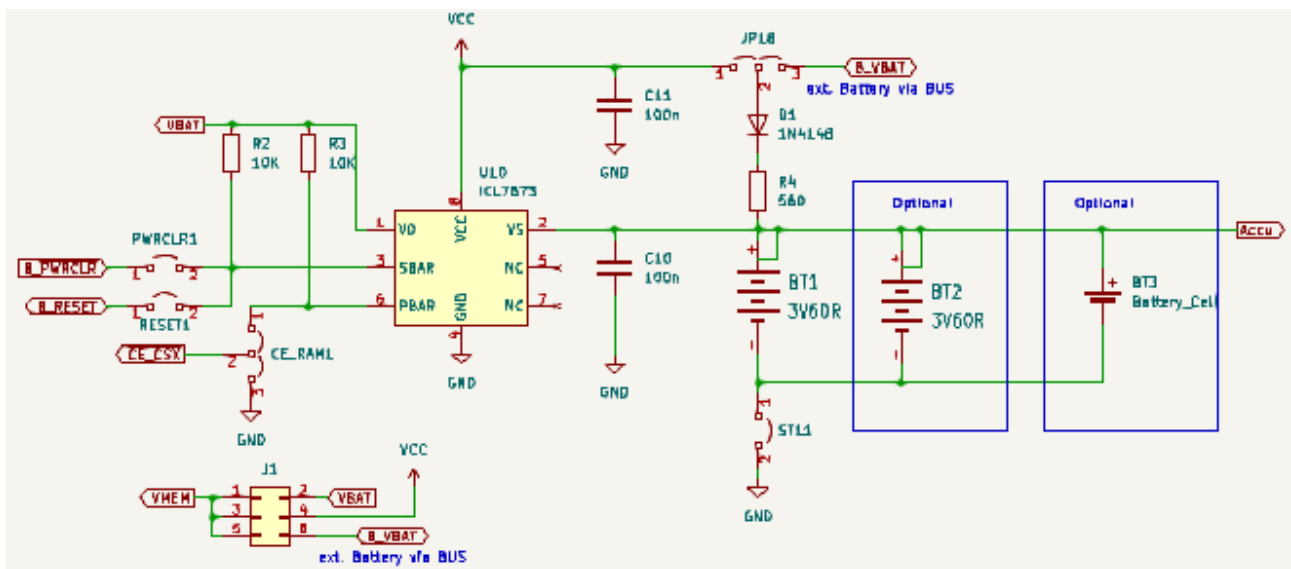

Bild 9: Akkupuffer – Schaltung
1. Jumper JP18 Pin1 – Pin2 (blau), siehe Bild 9